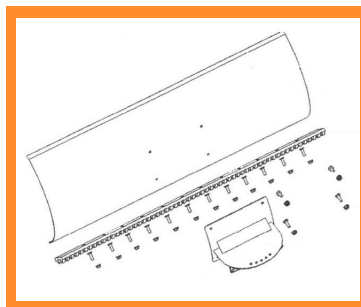

Figura. 6
2. Far scorrere la nuova striscia di gomma (parte C) e fissarla con le viti sul fondo (Figura 6).